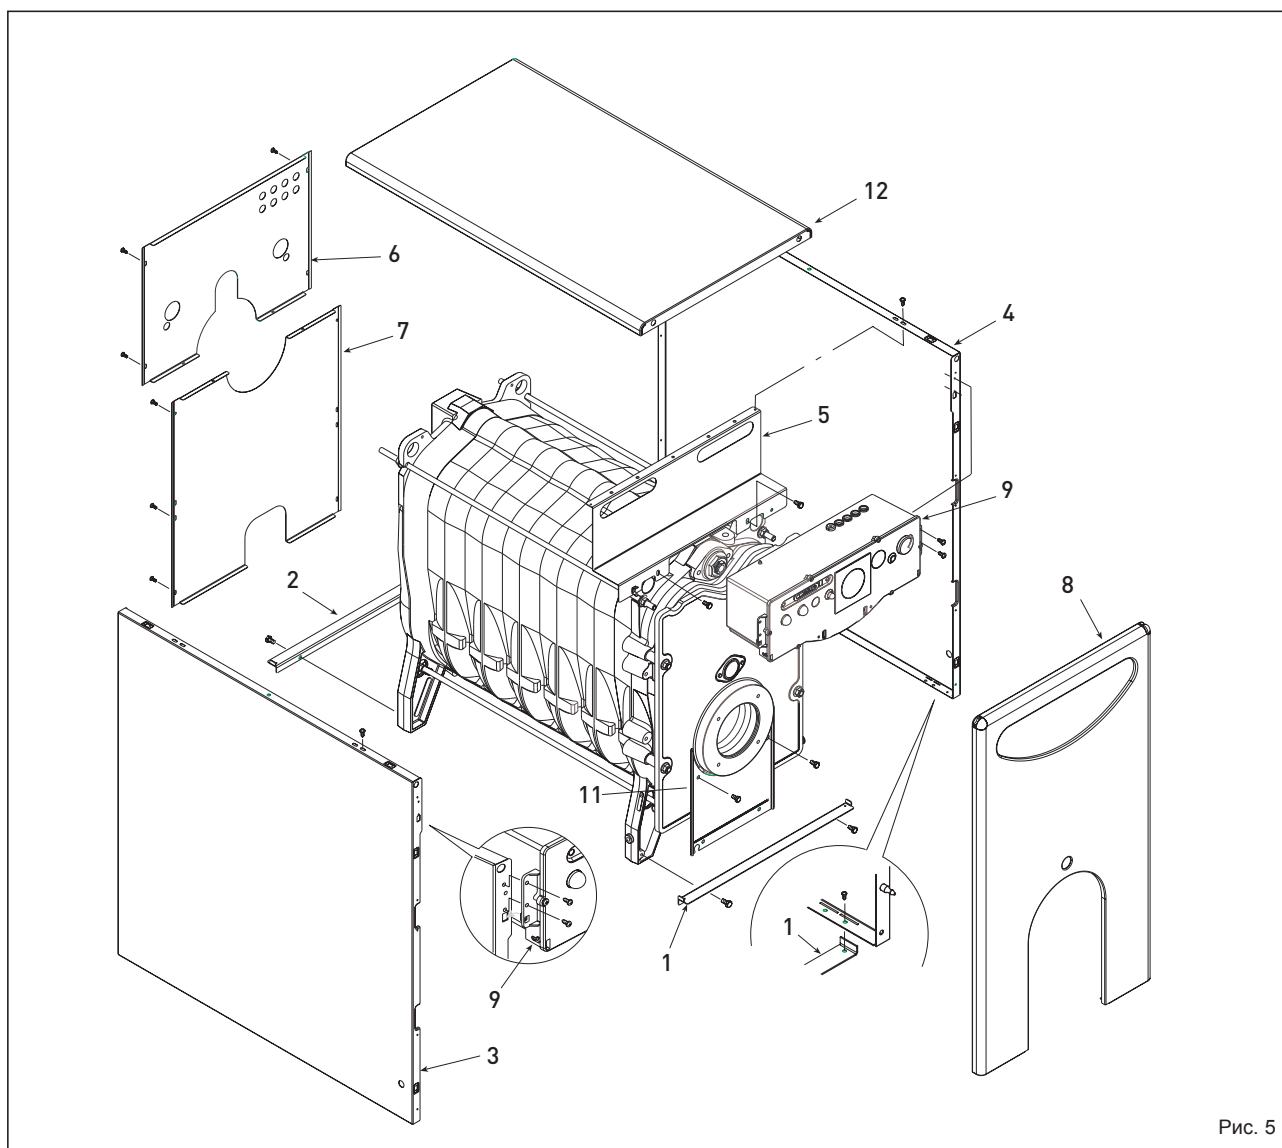

Рис. 5
2.5 СБОРКА ОБКЛАДКИ “RONDO’ EР BE” (Рис. 5)
Обкладка и пульт управления поставляются отдельно, в отдельных картонных упаковках. В упаковке обкладки находятся пакет с документацией на котлоагрегат и стеклянная вата для изоляции чугунного корпуса. Выполняйте сборку обкладки в следующем порядке /рис.5/: